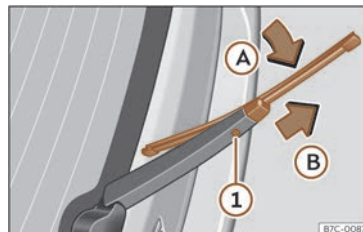

Fig. 39 Canvi de l'escombreta del vidre posterior.
- Roteu l'escombreta lleugerament»» **fig. 39** (fletxa **A**).
- Mantingueu pressionada la tecla de desbloqueig ❶ mentre tibeu l'escombreta en el sentit de la fletxa **B**.
- Inseriu al braç eixugavidres posterior una escombreta nova **de la mateixa longitud i tipus**, en sentit contrari a la fletxa **B** fins que encasti la tecla ❶.